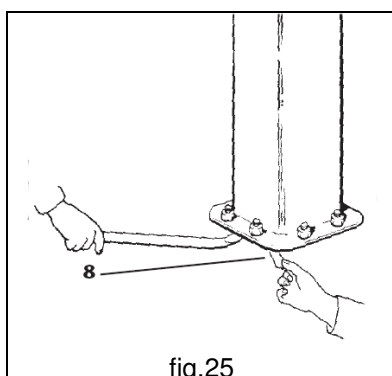

fig.25
- d. La perfetta messa a piombo si ottiene, se necessario, inserendo opportuni spessori **8** (non facenti parte della fornitura), in corrispondenza dei tirafondi, sotto la piastra di base (fig.25).